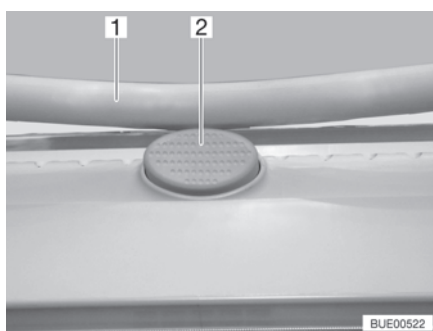

Fig. 79 Bouton de sûreté sur le lanterneau Heki
- Appuyer sur le bouton de sécurité (Fig. 79,2) et tirer l'étrier (Fig. 79,1) vers le bas avec les deux mains.
- Pousser l'étrier vers le haut avec les deux mains jusqu'à ce que ce dernier se trouve au-dessus du bouton de sûreté (Fig. 79,2).